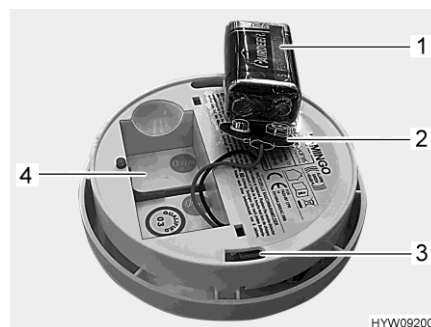

Fig. 147 Détecteur de fumées (face arrière)
- Enlever la pile et la détacher du clip de pile (Fig. 147,2).
- Brancher la nouvelle pile (Fig. 147,1) au clip de pile (Fig. 147,2). S'assurer que les pôles de la pile s'enclenchent sur le clip.
- Replacer la pile dans son compartiment (Fig. 147,4).
- Placer le détecteur de fumées (Fig. 148,1) sur la fixation (Fig. 148,3). Les becs de retenue (Fig. 148,2) doivent avoir prise dans les orifices (Fig. 147,3) du détecteur de fumées.